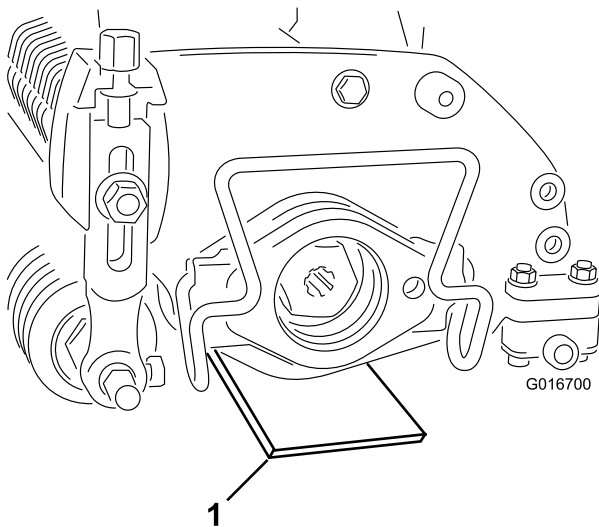

Figura 3
2. Coloque uma barra indicadora, que tem a altura pretendida da lâmina acima do solo, sob cada extremidade da unidade de escarificação (Figura 3).